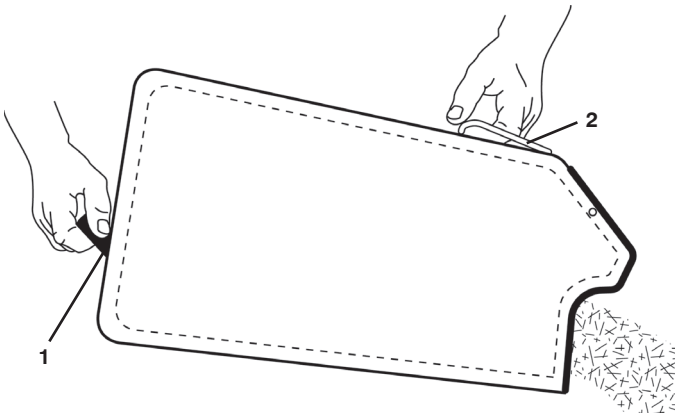

Figure 17
1. Soulevez le ramasse-herbe en utilisant la poignée du cadre (Figure 17).